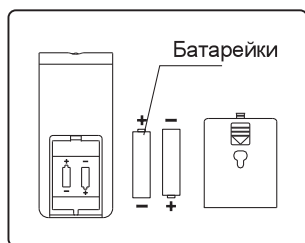

Рис.10
2. Вставьте 2 батарейки типоразмера AAA, соблюдая полярность (см. рис.10)